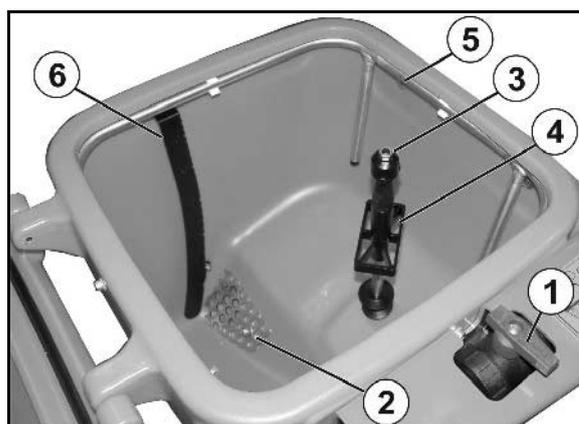

Fig. 46
- a placa de pressão (Fig. 46/4) é pressionada para baixo pelo bidão.